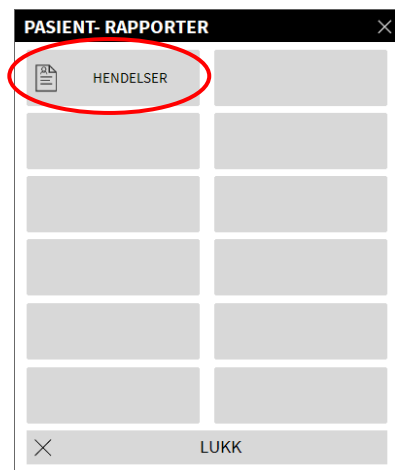

Fig. 126
Følgende meny vises (Fig. 126).
- Klikk på **HENDELSER** (Fig. 126). Følgende vindu åpnes (Fig. 127).